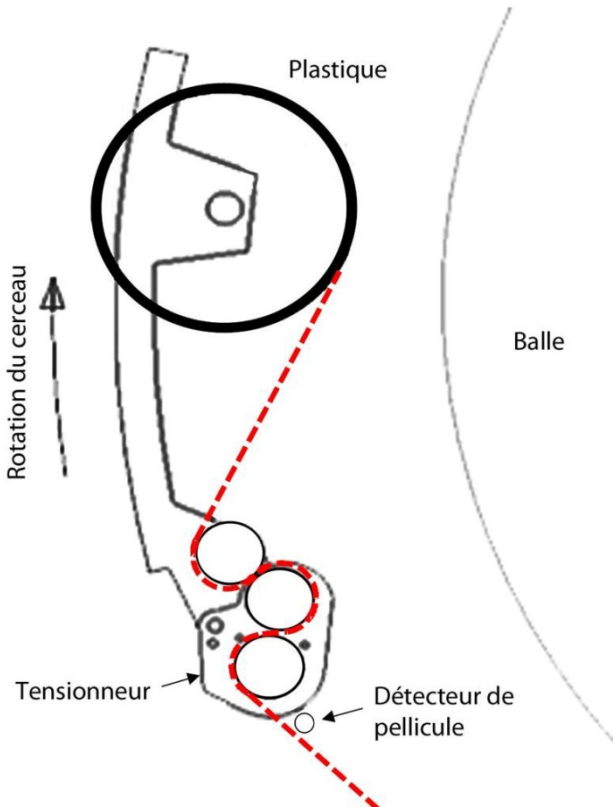

Figure 15 – Installation de la pellicule
3. Installez le nouveau rouleau de pellicule de façon à ce que le plastique se déroule tel qu'indiqué à la Figure 15.
5. Installez la pellicule entre les rouleaux du tensionneur (voir Figure 15). Passez-la d'abord autour du rouleau libre en caoutchouc noir puis à travers les deux rouleaux en aluminium.
6. Si votre enrobeuse est équipée d'un détecteur de plastique (voir la section 9.2 pour plus de détails sur cette option), faites passer la pellicule à l'extérieur du détecteur de plastique (Figure 15).